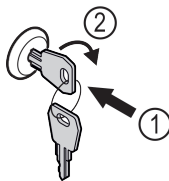

Fig. 175
- ▶ Klíč zasuňte dovnitř. Fig. 175 (1)
- ▶ Otáčejte klíčem o 90° ve směru hodinových ručiček. Fig. 175 (2)